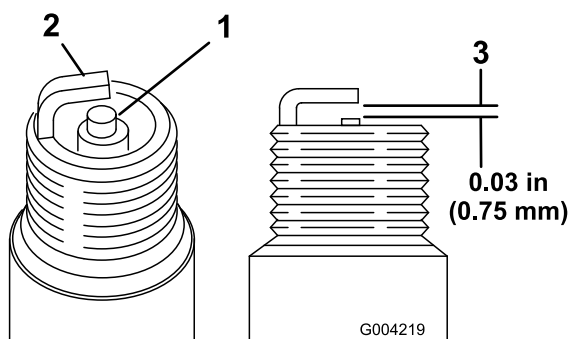

Figura 16
1. Mire la parte central de ambas bujías (Figura 16). Si se observa un color gris o marrón claro en el aislante, el motor está funcionando correctamente. Si el aislante aparece de color negro, significa que el limpiador de aire está sucio.
2. Compruebe la separación entre los electrodos central y lateral (Figura 16).
3. Si la distancia no es correcta, doble el electrodo lateral (Figura 16).